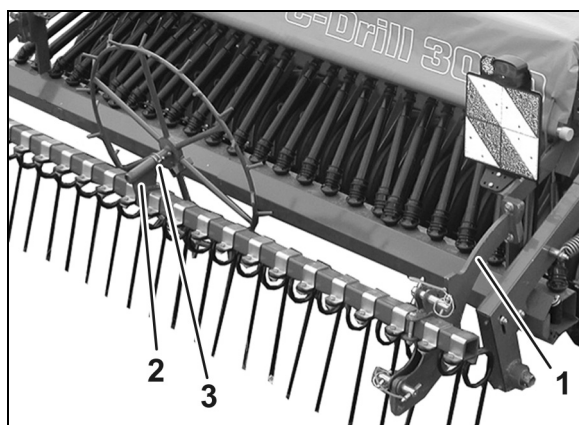

Fig. 21
10. Monter striglen med holder (Fig. 21/1) på **C-Drill**.
11. Monter holderen til sporehjulet (Fig. 21/2) på striglebommen.
Sporehjulet sættes i og sikres med klapsplit (Fig. 21/3).
Montering af strigle, se Fig. 21.